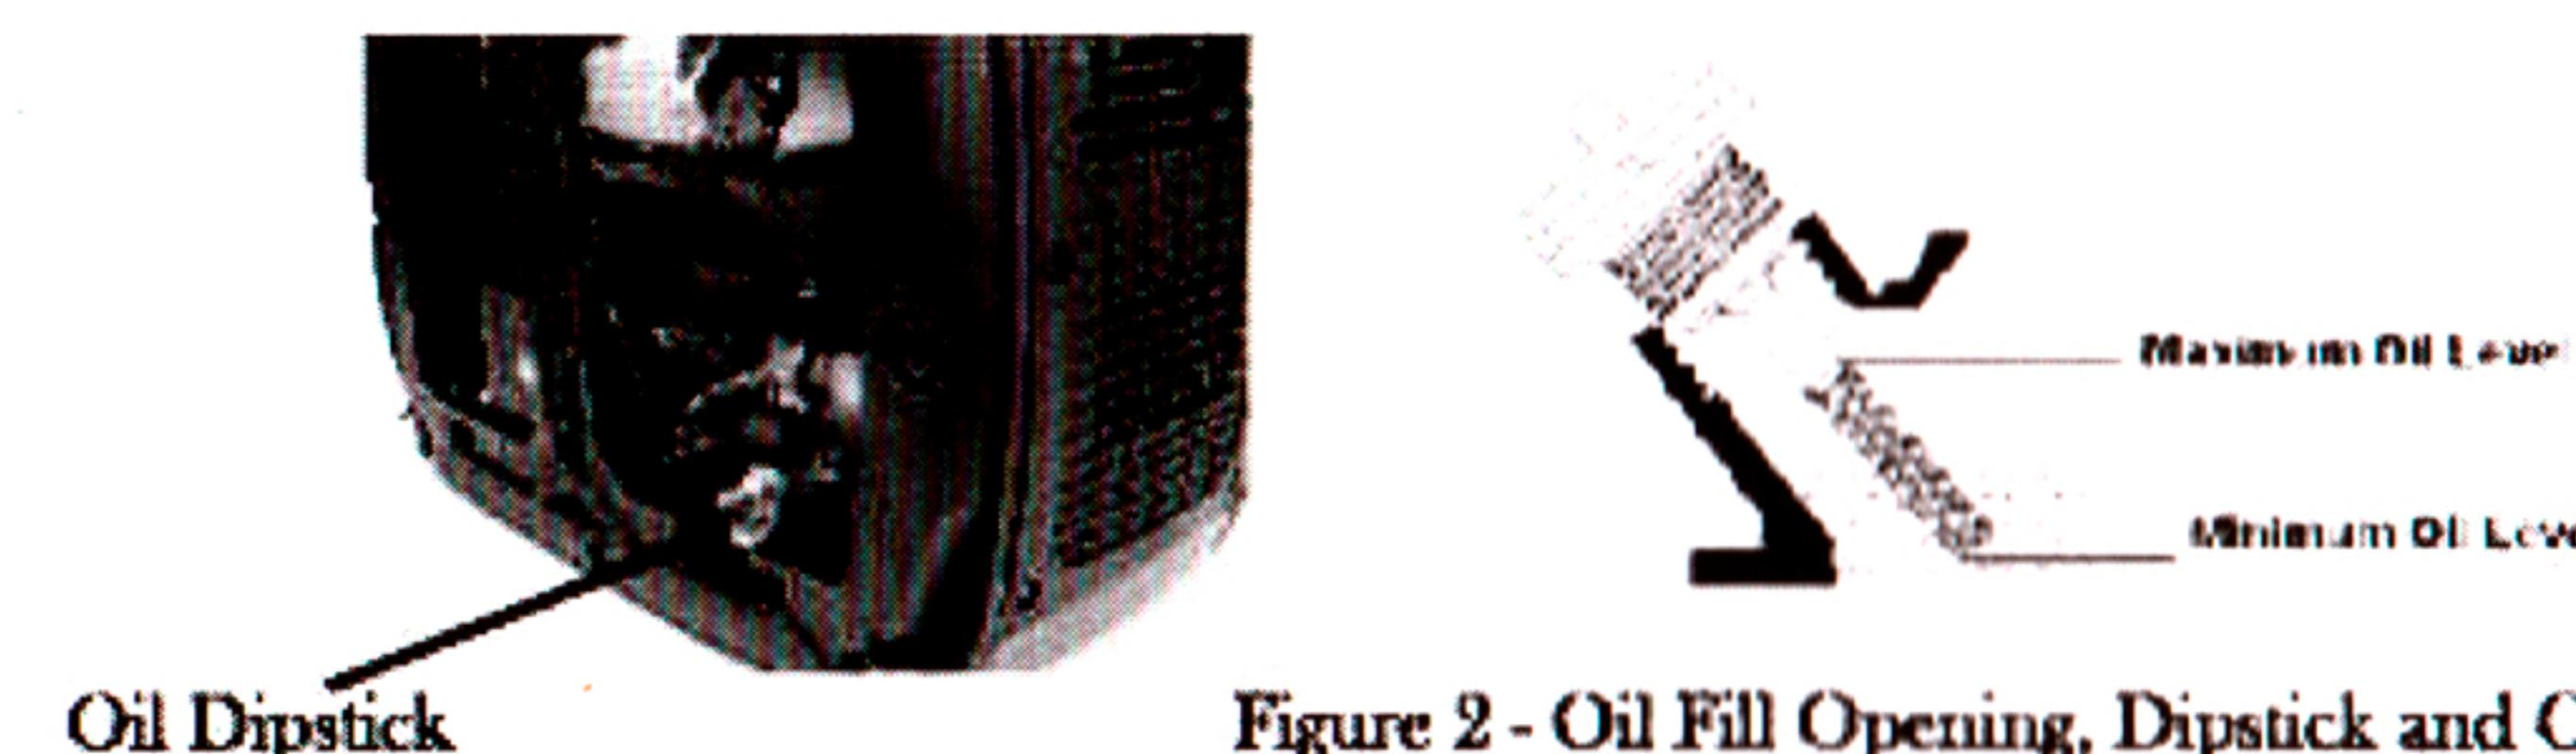

Figure 2 - Oil Fill Opening, Dipstick and Oil Level
2. Откройте панель доступа. Выньте щуп из двигателя. (Рис. 2).
3. Медленно добавляйте масло, чтобы довести уровень до полного. (Рис. 2).
5. Медленно добавляйте больше масла и повторяйте шаг 4 до тех пор, пока отметка масла не достигнет верхней части щупа (рис. 2). Не заполняйте картер чрезмерно. Генератор оснащен датчиком низкого уровня масла и не запустится, если количество масла будет достаточным